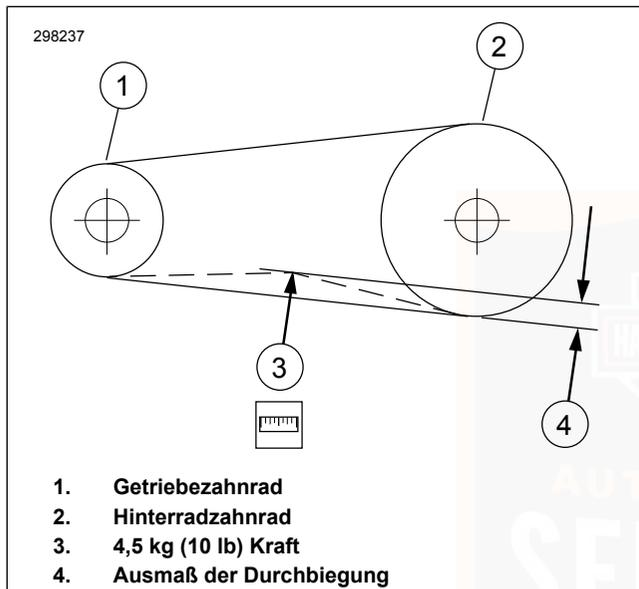

Abbildung 50. Riemendurchbiegung überprüfen
b. **Alle anderen Modelle:** Siehe Abbildung 50. Bei stillgehaltenem Messgerät Riemendurchbiegung (4) messen.